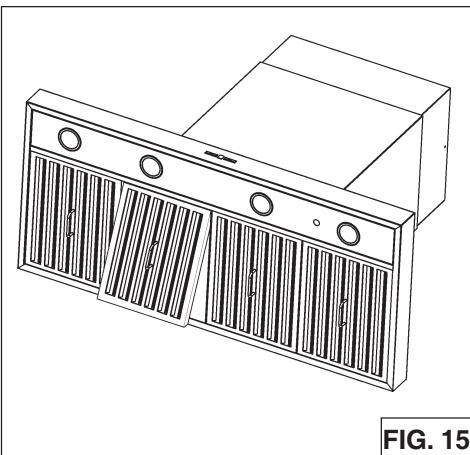

FIG. 15
1. Para quitar el filtro de grasas, (Fig. 15) empuje el filtro hacia el frente hasta que se libere de la guía, después tire del filtro para soltarlo de la campana. Inclinar filtro y quitar.